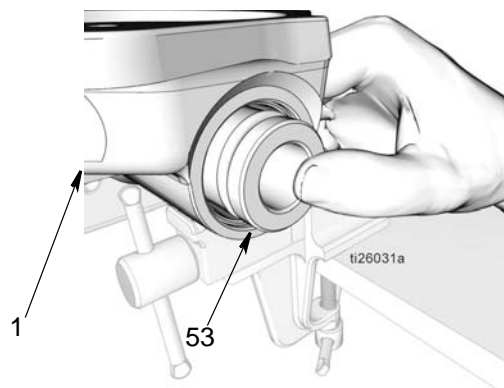

Рис. 43
- d. Используйте свои пальцы для вжатия соединительной муфты (53) в основание насоса (1). Затем с помощью стержня из мягкого материала вдавите соединительную муфту полностью вниз насколько возможно (Рис. 43).